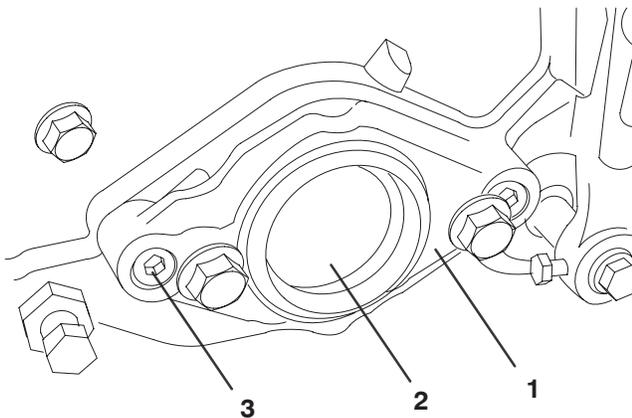

Bild 15
- C. Nehmen Sie rechts am Mähwerk den Plastikstöpsel vom Lagergehäuse ab (Bild 15).
- D. Nehmen Sie die beiden Inbusschrauben ab, mit denen die Motorbefestigung rechts am Mähwerk befestigt ist. Nehmen Sie die Motorbefestigung ab (Bild 15).